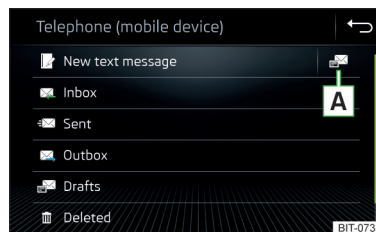

Fig. 206
- Dans le menu principal *Téléphone*, appuyez sur la touche de fonction  Un menu pour les messages texte s'affiche » fig. 206.
- ▶ Dans le menu principal des messages texte, actionnez la touche de fonction  » *fig. 206 à la page 179*.